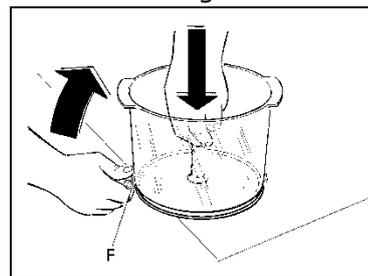

Fig. 11
- Poser le conteneur A sur une surface plane (fig. 11), saisir d'une main la tige centrale et de l'autre tirer le levier F vers l'extérieur (fig 11) de manière à pouvoir désassembler le fond en inox